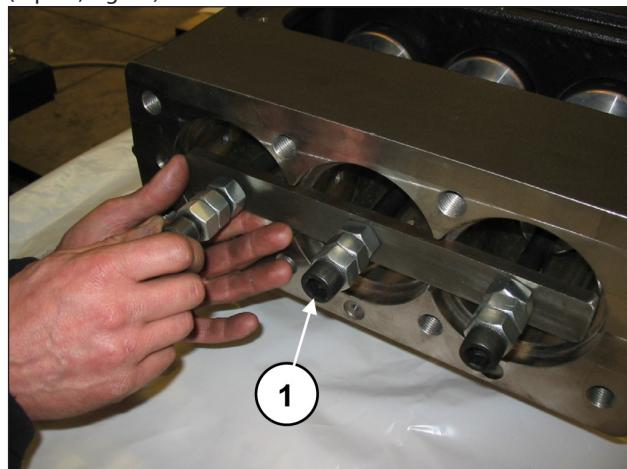

Fig. 38
Faire avancer les demi-bielles dans la direction de la partie hydraulique et les bloquer à l'aide de l'outil (réf. 27566200) (rep. ①, Fig. 38).